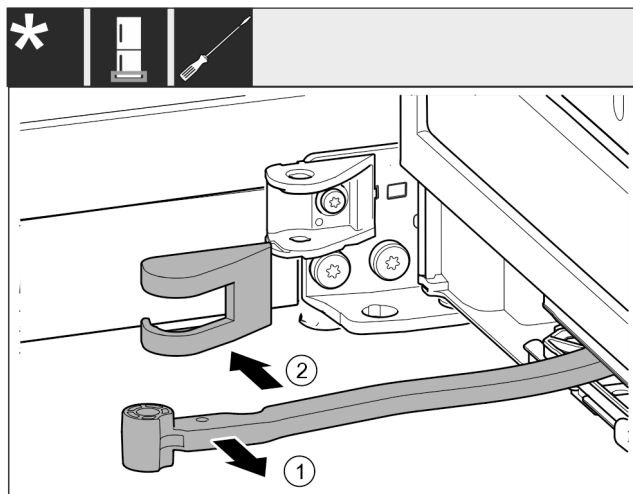

Fig. 18
- Gelenk Fig. 18 (1) in Richtung Tür drehen.
- Lagerbockabdeckung Fig. 18 (2) entfernen.